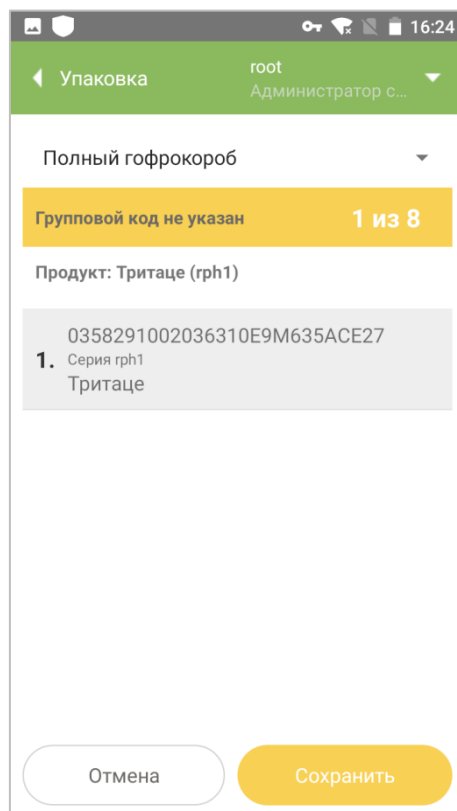

Рисунок 2.18
- При выполнении операции упаковки допускается обратный порядок действий: сначала сканируются один или несколько индивидуальных кодов (п. 1.5) (Рисунок 2.18), после чего сканируется (устанавливается) групповой код гофрокороба SSCC, к которому привязываются потребительские упаковки с SGTIN.